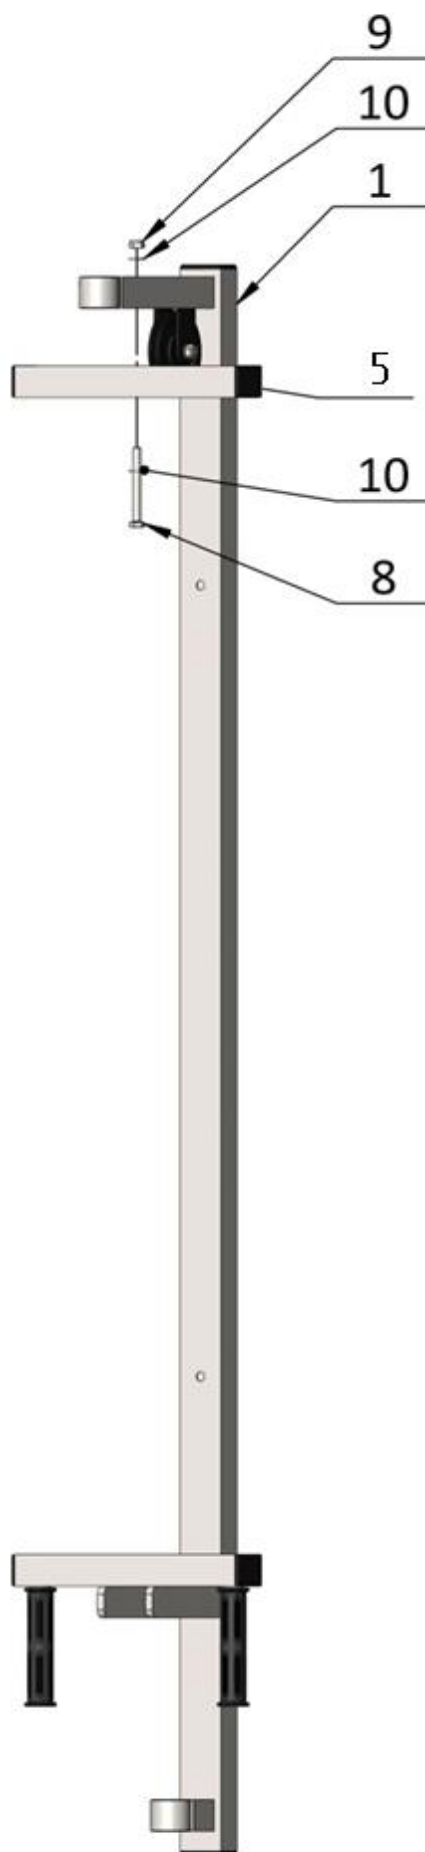

Рис.1
1. К раме грузоблоков (1) прикручивается поперечина верхняя (5) болтом М10х95 (8), гайкой М10 (9) и шайбами D10 (10) (Рис.1).